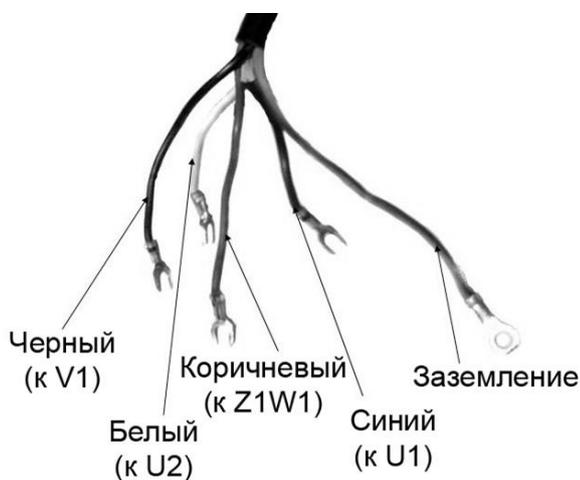

Рис. 18
### 4.3. Подключение электродвигателя станка 5620 (Рис.18 - 19)
- Выкрутите винты крепления крышки, демонтируйте крышку с клеммной коробки. Через входное отверстие в крышке вставьте шнур питания (Рис. 18).
- Для правильного подсоединения, выводы шнура питания (Рис. 18) имеют разную длину и расцветку. Всего шнур питания имеет 5 выводов разных цветов: белый, черный, синий, коричневый, двухцветный – желтый - зеленый (заземление).
- Выводы шнура питания (Рис. 18) и клеммной коробки могут отличаться насыщенностью цвета и оттенками.